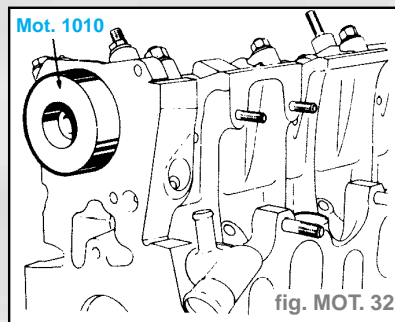

fig. MOT. 32
- Joint côté volant moteur (fig. MOT. 32).